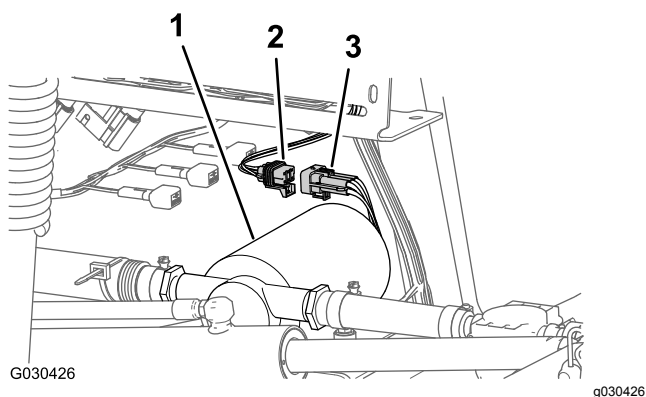

Figura 14
2. Scollegate il connettore a 6 pin del cablaggio della pompa di lavaggio dal connettore a 6 prese del cablaggio principale posteriore (Figura 14).